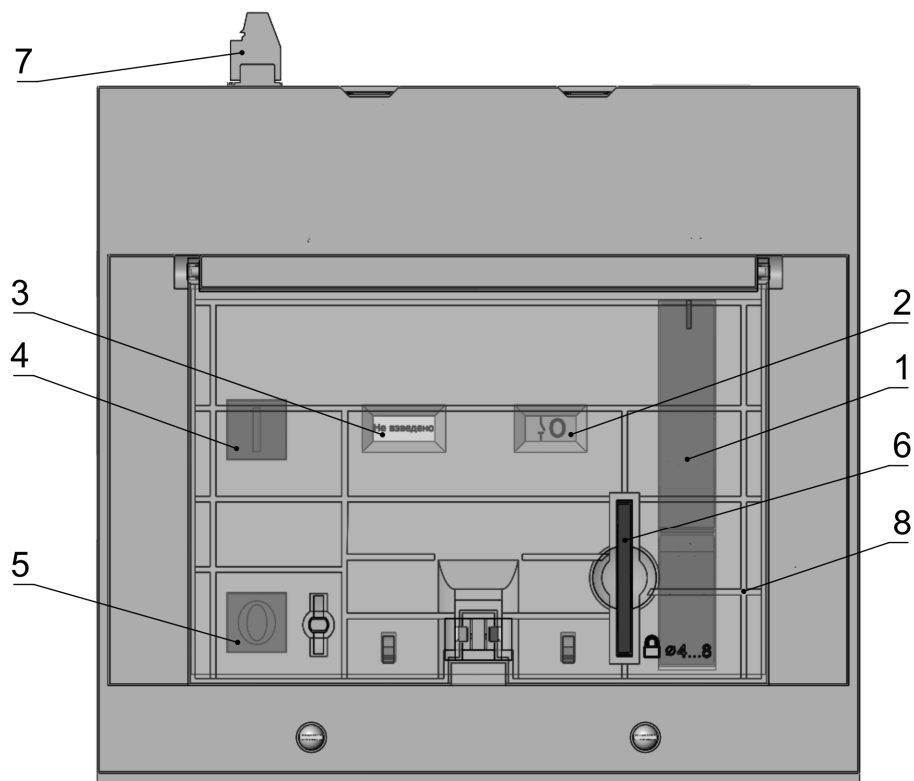

Рисунок 1 – Внешний вид лицевой панели дистанционного привода
Режим управления устанавливается с помощью верхней прозрачной крышки (поз.8 рисунок 1). При закрытой верхней прозрачной крышке управление приводом может осуществляться только в автоматическом режиме, так как доступ к элементам ручного управления приводом недоступен. При открытой верхней прозрачной крышке управление приводом может осуществляться только в ручном режиме.
Управление выключателем осуществляется с помощью кнопок включения (поз. 4 рисунок 1) и отключения (поз.5 рисунок 1). Взвод включающей пружины осуществляется рычагом ручного взвода (поз.1 рисунок 1).
Когда верхняя прозрачная крышка привода находится в закрытом состоянии, кнопка включения (поз.4 рисунок 1), кнопка отключения (поз.5 рисунок 1) и рычаг ручного взвода (поз.1 рисунок 1) на приводе заблокированы. Включение и отключение осуществляется двумя импульсными или непрерывными командами с пульта управления.
XS2 – разъема для подключения проводников (поз.7 рисунок 1);
2) В случае использования СК2, при срабатывании выключателя по короткому замыканию или перегрузке (при срабатывании исполнительного расцепителя) автоматический взвод включающей пружины привода осуществляться не будет. Для взвода привода, необходимо открыть верхнюю крышку привода и произвести взвод привода с помощью рычага ручного взвода (поз.1 рисунок 1).
3.7 Привод двигательный может быть заблокирован с помощью 1-3 навесных замков (в комплект поставки не входят) с диаметром дужек 4-8 мм. Для этого необходимо перевести автоматический выключатель в коммутационное положение «отключен», выдвинуть из корпуса привода скобу с отверстиями (поз.6 рисунок 1) и установить навесные замки. После выполнения указанных действий выполнение автоматическим выключателем любой команды, как в ручном, так и в автоматическом режиме управления, становится невозможно.